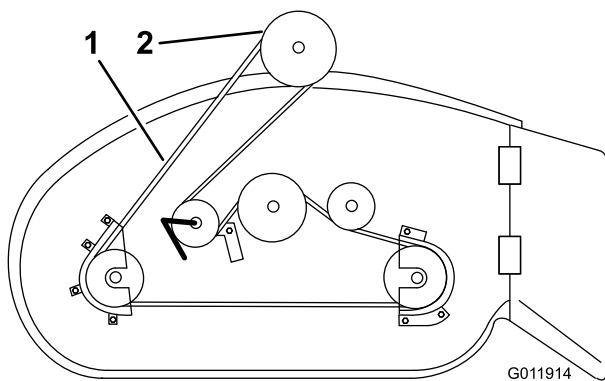

Figure 6
3. Placez la courroie du plateau de coupe autour de la poulie d'embrayage électrique (Figure 6).